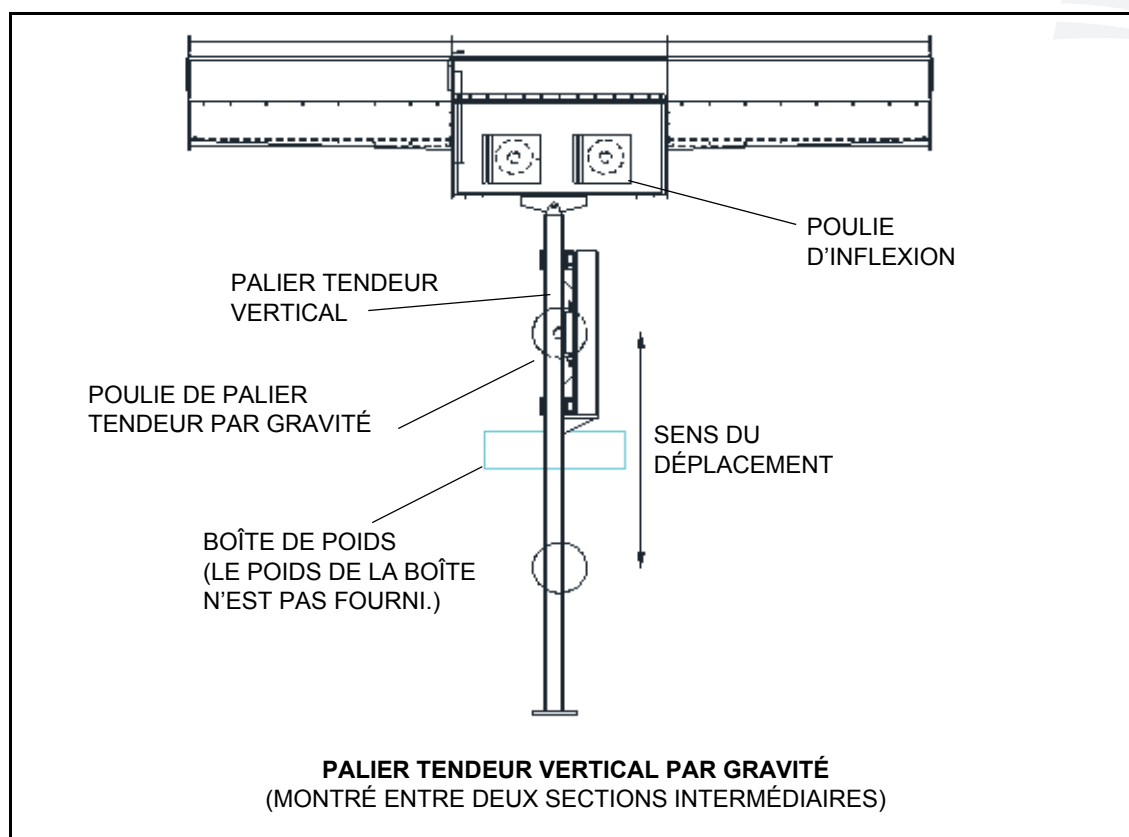

Figure 3.11
1. Installer l'assemblage de palier tendeur vertical par gravité comme indiqué dans Figure 3.11. Se reporter au dessin d'agencement général.